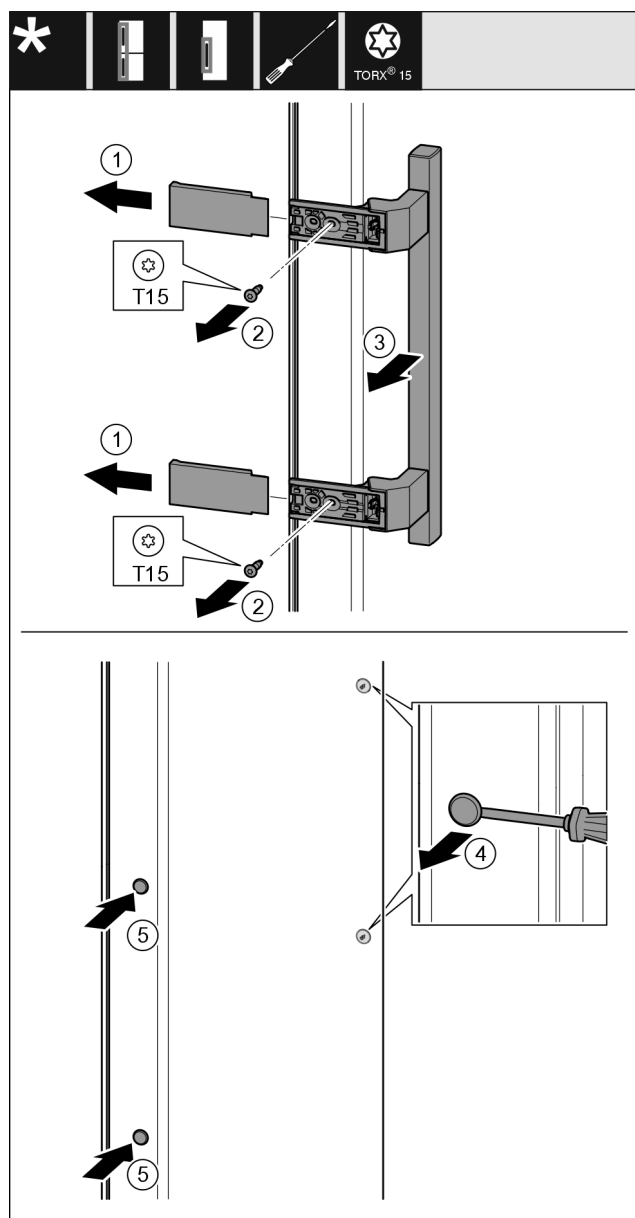

Fig. 22
- 拆下盖板 Fig. 22 (1)。
- 用螺丝刀将螺钉 Fig. 22 (2) 旋开。
- 取下把手 Fig. 22 (3)。
- 用带槽螺丝刀小心地提起侧边的堵头 Fig. 22 (4) 并将其拉出。
- 将堵头 Fig. 22 (5) 重新放入另一个侧。